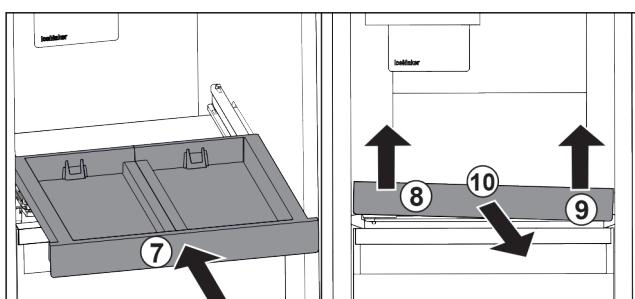

Fig. 102
- Вкарайте изтеглящата се дъска. Fig. 102 (7)
- Повдигнете изтеглящата се дъска отпред отляво. Fig. 102 (8)
- Повдигнете изтеглящата се дъска отпред отляво. Fig. 102 (9)
- Извадете изтеглящата се дъска напред. Fig. 102 (10)